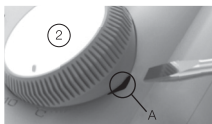

Рисунок 4. Положение паза для снятия колеса регулятора температуры
- ра температуры в положение 0°C , так чтобы был виден паз (A) (рис. 4).
3. Используя отвертку, снимите колесо регулятора температуры (2) (рис. 4).
Под колесом регулятора температуры находится блокирующее устройство, предназначенное для ограничения изменения температуры. Ослабляя регулировочный винт (C) (рис. 4) можно ограничить рабочий диапазон, например между $+20^{\circ}\text{C}$ и $+25^{\circ}\text{C}$. **Красное** кольцо означает максимальную температуру, **зеленое** — минимальную.
1. Выставьте колесо регулятора температуры в положение 0°C , так чтобы был виден паз (А) (рис. 4).
2. Используя отвертку, снимите колесо регулятора температуры (2) и открутите регулировочный и крепежный винты.